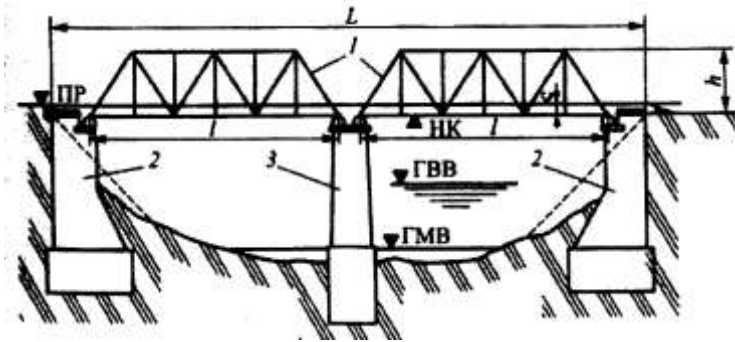

Рис. 44. Схема металлического моста
**Текст задания:** Назовите режимы протекания воды в трубах, показанные на схемах рис. 44. Расскажите о водопропускной способности труб и возможности работы трубы в том или ином режиме